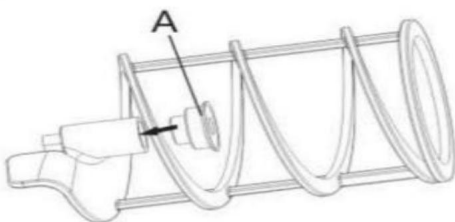

Fig.12
Joint (A) sur l'agitateur. voir Fig.12